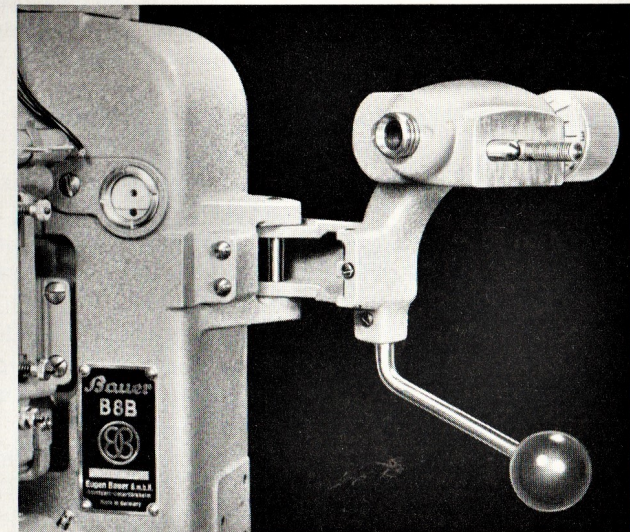

Abb. 25 Objektivhalter ohne Auswechselfassungen
- dem eigentlichen Objektivhalter (Abb. 25)